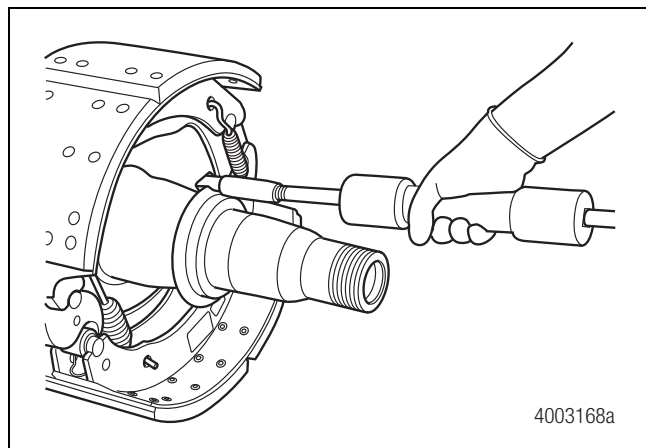

Figura 3.10
14. Un método alternativo consiste en usar un martillo deslizante con un gancho en el extremo de la herramienta. Figura 3.10.